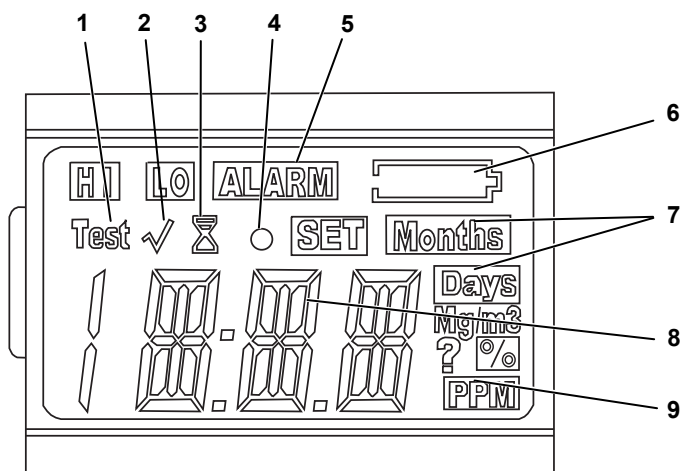

Fig. 2 Affichage
- dès que le voyant d'avertissement de batterie (Pos. 5 Fig. 2) n'affiche plus **et**